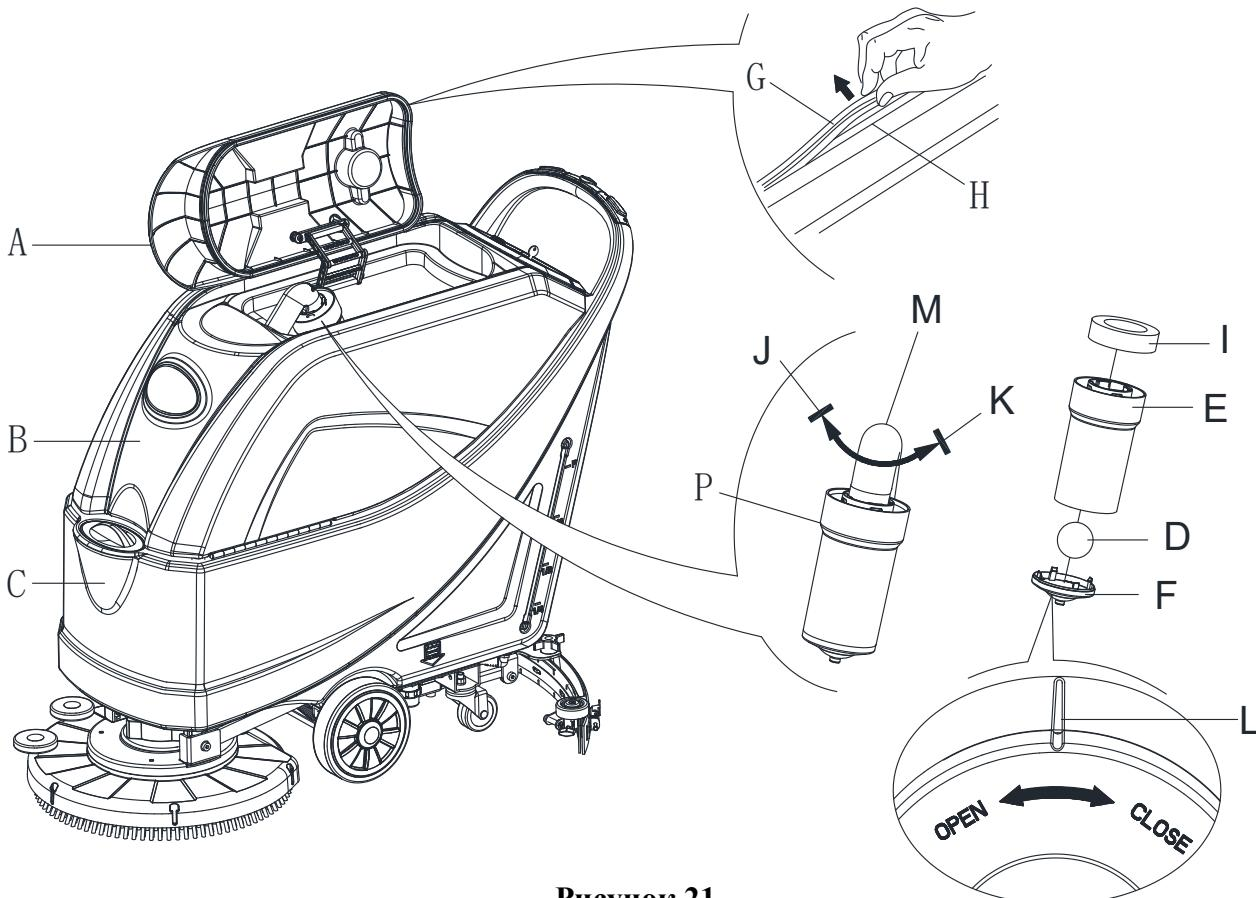

Рисунок 21
- Убедитесь, что машина выключена и ключ зажигания (54) был извлечен.
- Поверните крышку бака утилизации (A, рисунок 21) в положение на 90 градусов, где она может быть вынута из бака, а затем выньте поплавковый фильтр (P) из бака.
- При необходимости, следуйте символам "ОТКРЫТЬ" и "ЗАКРЫТЬ", как показано на (Рисунок 21), чтобы открыть нижнюю крышку (F) поплавкового фильтра, а затем очистите поплавок (D), рамку-держатель фильтра (E) и губку фильтра (I). После очистки, зафиксируйте поплавок (D) в рамке-держателе фильтра (E), а затем совместите метку паза (L) нижней крышки (F) поплавкового фильтра с меткой паза(L) рамки-держателя поплавкового фильтра (E). Закрутите плотно нижнюю крышку поплавкового фильтра, и закрепите губку фильтра (I) в рамке-держателе поплавкового фильтра (E). Наконец, подключите его к всасывающему шлангу сточных вод (M).
- Проверьте контактную поверхность уплотнительной ленты (G) на целостность и достаточную герметизацию. При необходимости, выньте уплотнительную ленту бака из паза (H) и заменить ее. Установите новую уплотнительную ленту, как показано на (Рисунок 21), соединение должно вернуться в средней зоне.
- Закройте крышку бака утилизации (A).